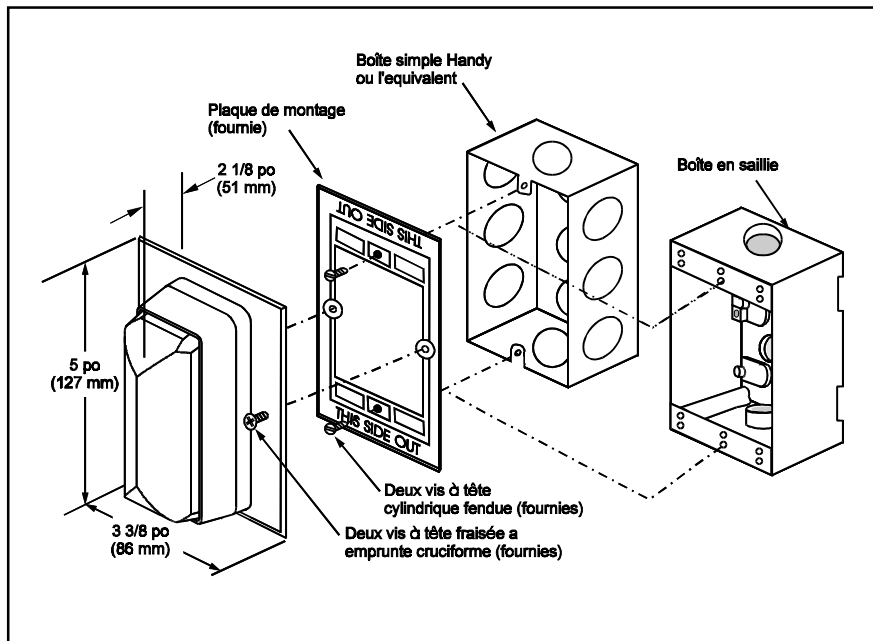

Figure 1. Détails de montage
3. (Figure 1) Positionnez la plaque de montage sur la boîte électrique et fixez-la au moyen de deux vis à tête cylindrique fendue (fournies).